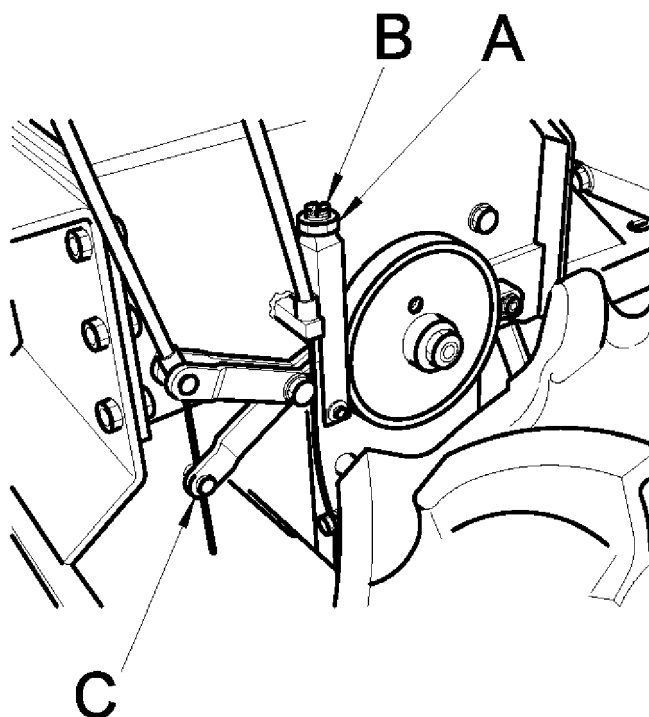

Figure 8
- sur la borne de raccordement du câble de freinage (Fig.8 Pos. C).
- Desserrer l'écrou M12 (Fig. 8 Pos.A)
- Visser le grain M12 (Fig. 8 Pos. C) jusqu'à obtenir l'arrêt immédiat de la machine en réponse au relâchement du levier d'avancée(Fig. 1, Pos. A).